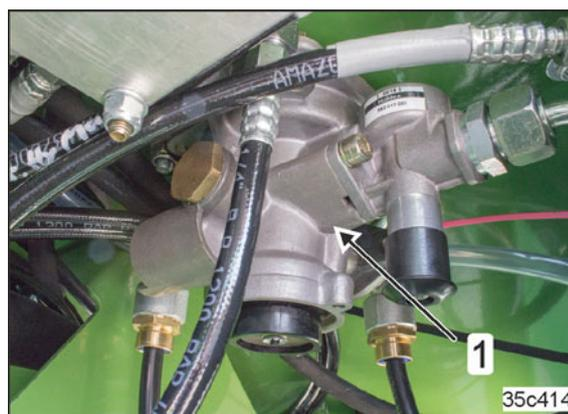

Рис. 33
- тормозной клапан прицепа (Рис. 33/1)